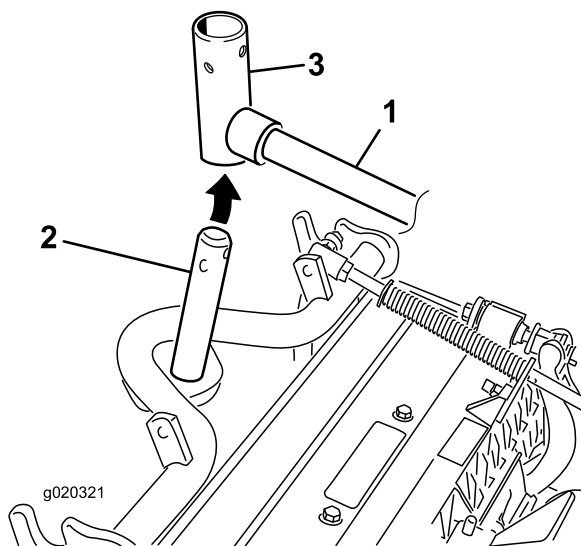

Figura 7
8. En el caso de las unidades de corte delanteras, deslice una unidad de corte debajo del brazo de elevación mientras coloca el eje del bastidor de tiro en la horquilla de pivote del brazo de elevación (Figura 7).
- B. Introduzca la horquilla del brazo de elevación en el eje del bastidor de tiro (Figura 7).